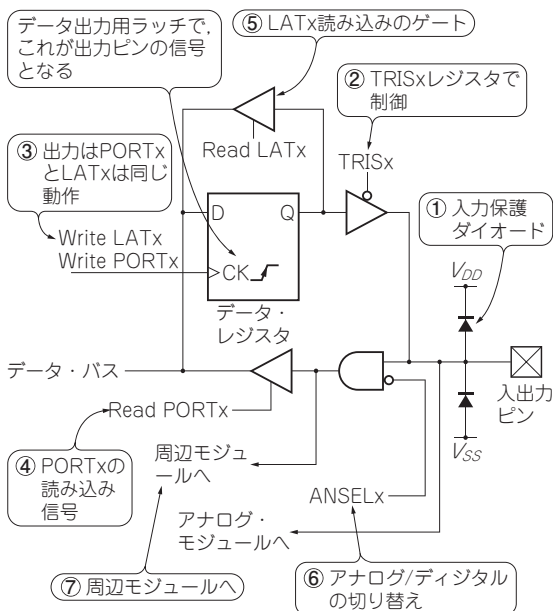

図2 入出力ピンの基本回路構成
入出力ピンの1ピン当たりの基本の回路構成は図2のようになっています。①入出力ピンの直後にある2個のダイオードは、過電圧や負電圧から入出力回路を保護するための保護ダイオードです。